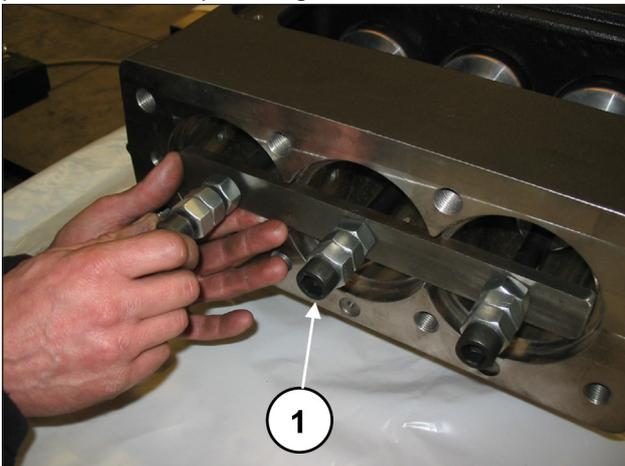
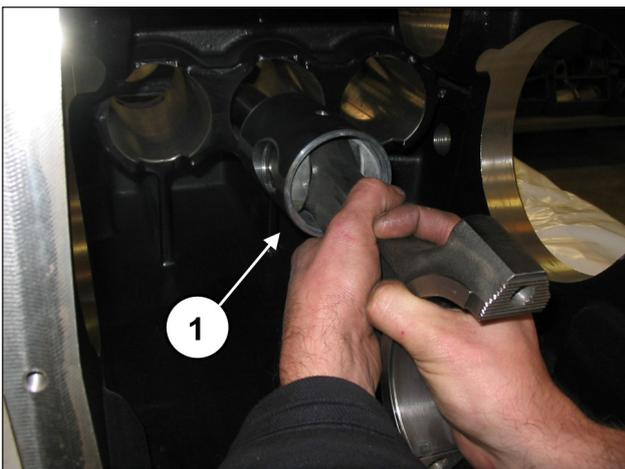

Fig. 41
Fig. 42
Prossiga com o desapertar dos parafusos da ferramenta, cód. 27566200, para desbloquear as hastes (pos. ①, Fig. 41) e, em seguida, extraia os grupos da haste-guia do pistão da abertura posterior do carter (pos. ①, Fig. 42).
Depois de ter verificado a limpeza correta do carter, insira o grupo da semi-haste-guia do pistão no interior das varas do carter (pos. ①, Fig. 42).
Bloqueie os três grupos da ferramenta adequada, cód. 27566200 (pos. ①, Fig. 41).
Remove a ferramenta para o bloqueio da haste, cód. 27566200 (pos. ①, Fig. 41) e deslize as hastes para dentro até entrar em contato com o eixo de manivela.
Bloquee os três grupos da haste, usando a ferramenta adequada, cód. 27566200 (pos. ①, Fig. 41).